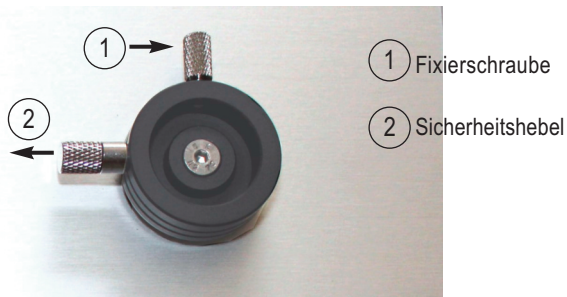

Bild 10 Sockel der Medienhalterung auf der Geräteoberseite
- ggf. fixieren mit Fixierschraube (1) in Bild 10.
Wenn der Medienhalter sich nicht in den Sockel einsetzen lässt, ggf. die Fixierschraube (1) in Bild 10 etwas lösen.
- Lösen der Fixierschraube (1) in Bild 10.
- Entriegeln durch Ziehen des Sicherheitshebels (2) in Bild 10 und gleichzeitig Medienhalter nach oben abnehmen.